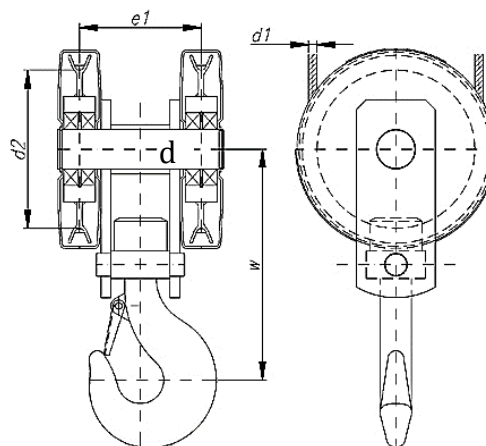

Figura 1.2
1.1.3 Num moitão de uma ponte rolante são utilizados quatro rolamentos radiais fixo de esferas iguais, ver Figura 1.2. Dados: Carga de elevação máxima 20 ton., diâmetro $d=70$ mm. Selecione os rolamentos mais adequados.